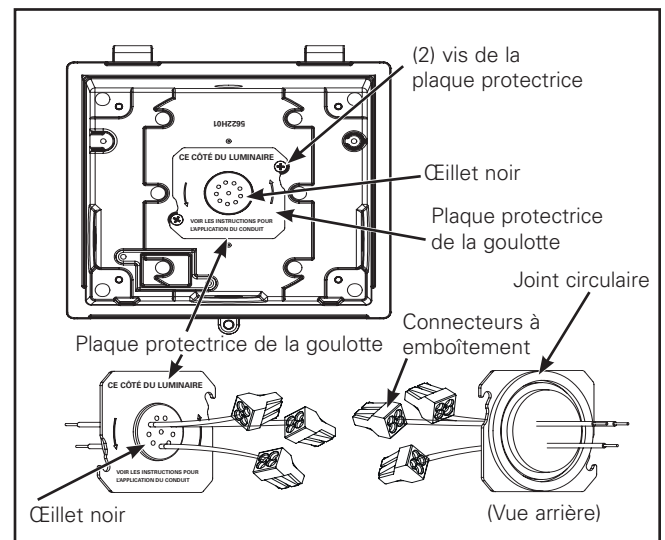

Figure 2.
3. Pour une installation sur le conduit d'entrée arrière et le câblage de la boîte de jonction: Desserrez les deux vis fixant la plaque protectrice de la goulotte, mais **NE LES ENLEVEZ PAS** (Figure 2). Tournez la plaque protectrice de la goulotte en sens inverse des aiguilles d'une montre, puis ôtez-la de l'ouverture. N'enlevez pas la plaque protectrice de la goulotte pour le raccordement par dérivation.
4. Sur la boîte de jonction: Effectuez les connexions des fils d'alimentation à l'arrière de la plaque protectrice de la goulotte. Respectez les directives du Code national de l'électricité concernant un câblage dans un endroit humide (capuchons de connexion non fournis). Vérifiez que tous les fils sont sécurisés dans la boîte de jonction, puis remettez la plaque protectrice de la goulotte sur les vis, en la tournant dans le sens des aiguilles d'une montre. Serrez les vis de la plaque protectrice de la goulotte selon un couple de 1,12 Nm (10 po/lb) (Figure 2).
Conduit de dérivation: Enlevez les capuchons de conduit obligatoires de 12,7 mm (1/2 po) NPT. Appliquez du joint ou du ruban à joint sur le raccord du conduit étanche (non fourni) entrant dans le boîtier arrière, afin de créer une étanchéité solide. **N'ENLEVEZ PAS** la plaque protectrice de la goulotte (Figure 2). Retirez les fils de la plaque protectrice de la goulotte en tirant doucement vers vous le fil se trouvant dans l'œillet noir. **N'ÔTEZ PAS** l'œillet noir de la plaque protectrice.
Entrée arrière du conduit: Enlevez l'œillet noir et les fils de la plaque protectrice de la goulotte (NE RETIREZ PAS le joint circulaire). Attachez le conduit à la plaque protectrice de la goulotte à l'aide du serre-fil étanche. Remettez la plaque protectrice sur les vis en la tournant dans le sens des aiguilles d'une montre. Serrez les vis de la plaque protectrice de la goulotte selon un couple de 1,12 Nm (10 po/lb) (Figure 2).